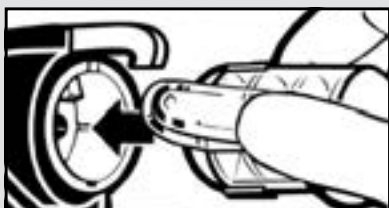

Figure 4
5. Sélectionnez une buse anti-retour et insérez-la fermement dans le pistolet Insta-Flo™. Assurez-vous que la buse soit correctement fixée au pistolet. (Voir Figure 4)